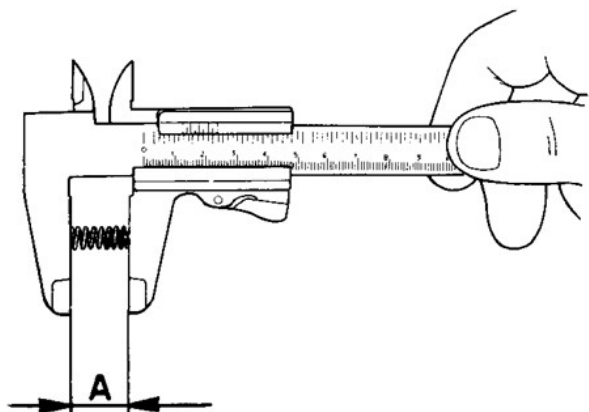

FIG. 33 Controllo molle frizione
- 6) **CONTROLLARE** che il gruppo frizione sia efficiente e per fare ciò verificare la buona condizione dei dischi in ferro, che le tacche di traino sui dischi in sughero non siano eccessivamente deformate e che il loro rivestimento non presenti bruciature. Verificare anche che la lunghezza delle molle frizione non sia inferiore al valore minimo (A) indicato in tabella (fig. 33) nel qual caso sostituirle.